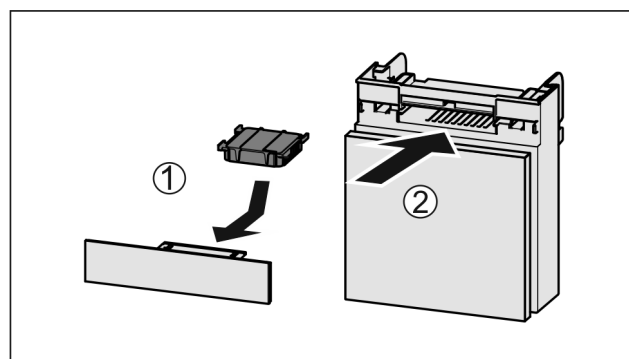

Fig. 133
- Aktivkohlefilter nach Abbildung einsetzen Fig. 133 (1).
- Fach einschieben Fig. 133 (2).